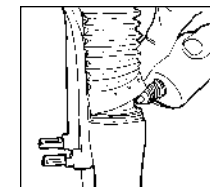

Fig. 4
1. Levante los guardapolvos de los tubos inferiores. Limpie a continuación las superficies exteriores, los alrededores de la junta Resi-wiper y el tubo superior. Aplique 2 ó 3 gotas de aceite reforzado con teflón en la junta de estanqueidad Resi-wiper de los tubos superiores. See Fig. 4.